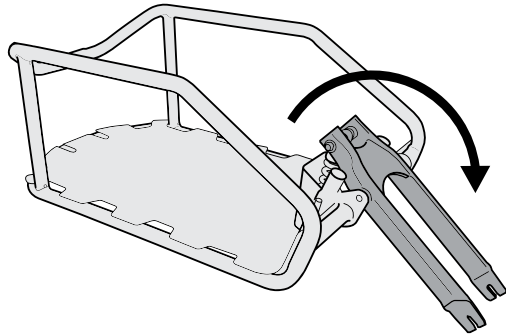

Figure 1
1. Rotate Rear Fork out of Trailer Body to align upper holes of fork with holes of the Trailer Body. (Figure 1)
1. Schwenken Sie die Hinterradgabel aus dem Anhänger Aufbau und richten Sie die Löcher an den Seiten der Gabelbeine auf die Halterungen an der Seite des Anhängers aus. (Abbildung 1)
1. Faites pivoter la fourche arrière vers l'extérieur du corps de la remorque, afin d'aligner les orifices supérieurs de la fourche sur les orifices du corps de la remorque (Figure 1).